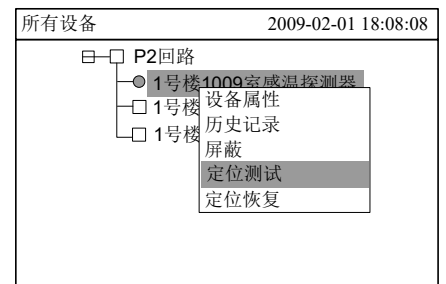

图 15-4
- 按“→”键弹出快捷菜单（图 15-4），然后按“↓”键选择“定位测试”，再按“OK”键，被选择的设备即处于定位模式，设备上的 LED 指示灯闪。